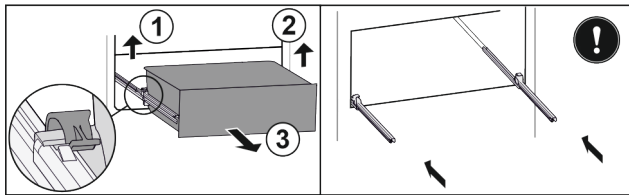

Fig. 18*
- Sollevare il morsetto a sinistra e contemporaneamente tirare in avanti il cassetto a sinistra Fig. 18 (1).*
- Sollevare il morsetto a destra e contemporaneamente tirare in avanti il cassetto a destra Fig. 18 (2).*
- Rimuovere il cassetto tirandolo in avanti Fig. 18 (3).*